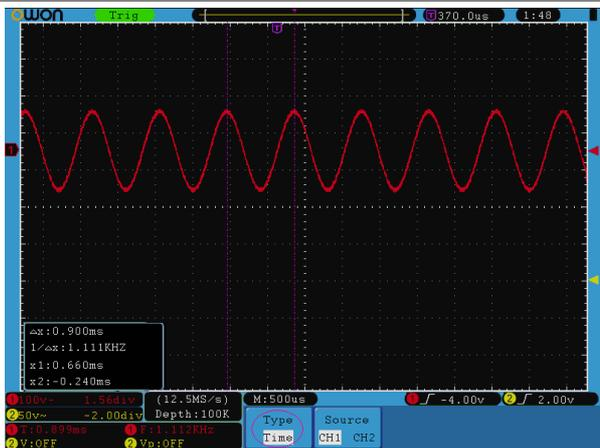

Рисунок 5.72. Вид осциллограммы при курсорных измерениях временных интервалов
4. В соответствии с особенностями измеряемой осциллограммы выберите положения курсора 1 и курсора 2 вращением регуляторов **VERTICAL POSITION** канала CH1 и канала CH2. В окне в левом нижнем углу окна отображения осциллограммы показывается временной интервал между курсорами, обратную ему величину с размерностью частоты, и текущие значения положений обоих курсоров (см. рисунок 5.72).